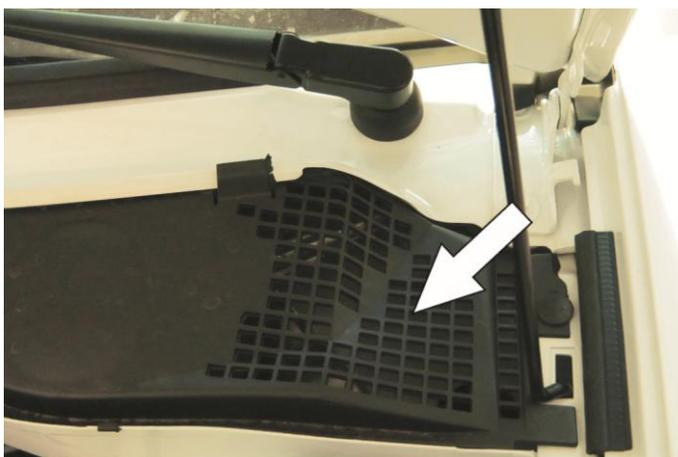

Рисунок 3-2 – Измерение температуры окружающего воздуха
- измерить температуру окружающего воздуха (Т3), рисунок 3-2, после стабилизации значений;